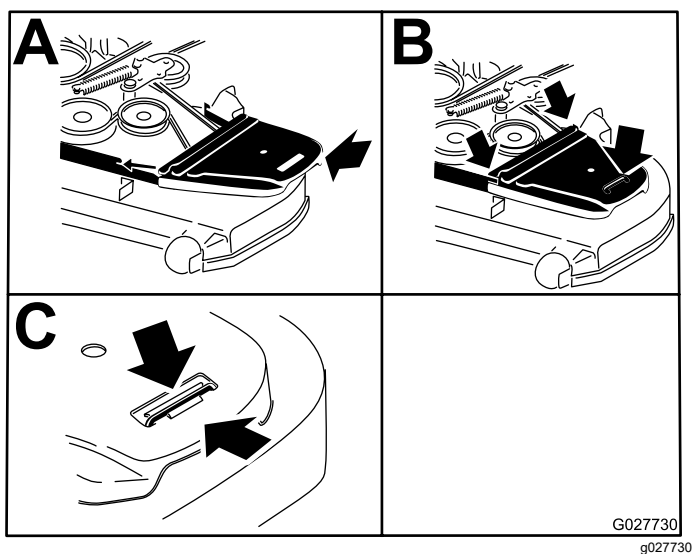

Figure 63
9. Posez les couvercles de courroie (Figure 63).